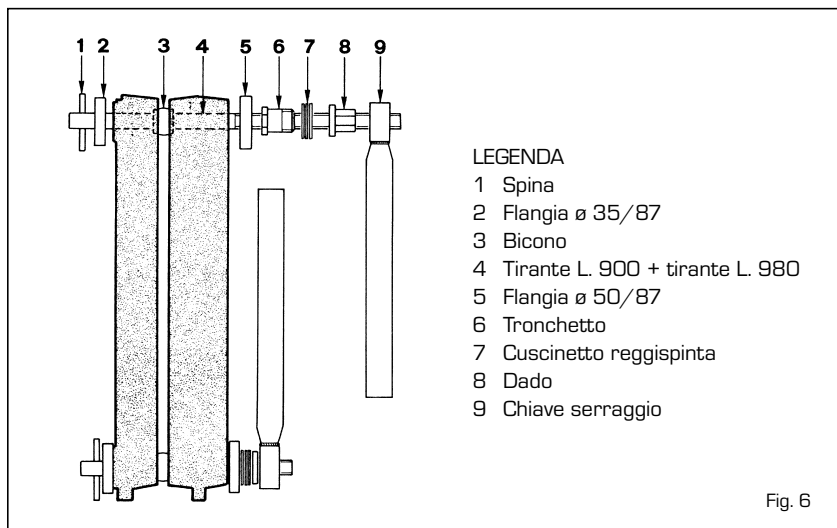

Fig. 6
- Assemblare gli elementi mediante l'apposita attrezzatura costituita da una coppia di tiranti assemblaggio con relativi accessori cod. 6050900 (fig. 6), esercitando la pressione simultaneamente sia sul mozzo superiore che sul mozzo inferiore. Qualora, durante l'operazione, l'avanzamento tra gli elementi non risulti uniforme e parallelo, introdurre lo scalpello nella parte più serrata e forzando, portare il parallelismo fra i due pezzi da unire. L'unione degli elementi è da ritenersi realizzata nel momento in cui i bordi esterni degli elementi vengono a contatto.